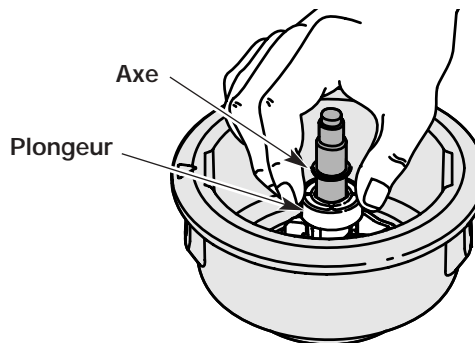

Fig. 28
5. Nettoyez l'axe et la surface intérieure de la bobine extérieure. Pour nettoyer l'axe dissimulé sous le plongeur, appuyez sur celui-ci (Fig. 28). Enlevez toute trace de saleté et de débris de l'axe.